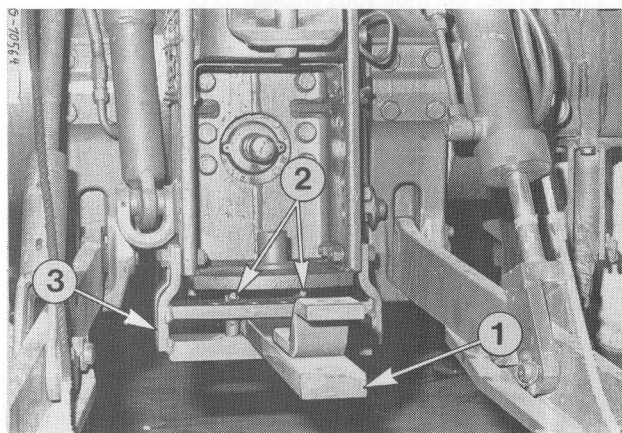

Figure 39
La barre d'attelage oscillante (1) - figure 39 - permet l'ajustement latéral du point d'attelage lors des virages à court rayon de braquage, lors de l'utilisation d'instruments à disques par exemple.
Mettez le relevage en position haute et fixez la barre du 3ème point avec le collier prévu à cet effet. Otez les axes de positionnement (2) Fig. 39.